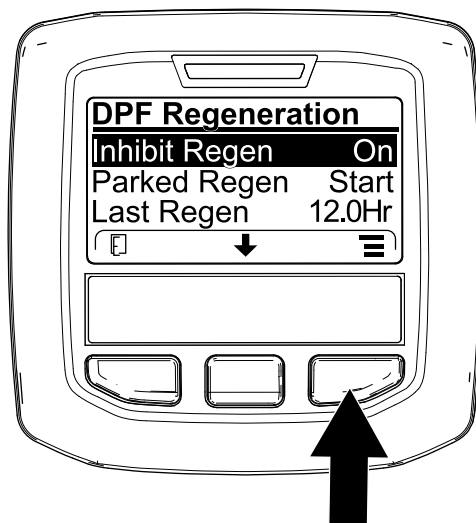
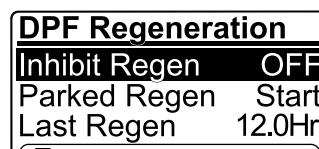

図 39
図 40
1. DPF Regeneration メニューで、中央ボタンを押して再生禁止 INHIBIT REGEN オプションに移動し、右ボタンで中に入る 図 39。
2. 右ボタンを使って、設定をを、ON から OFF 図 39 または OFF から ON に変える 図 40。